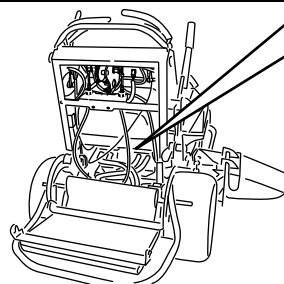

Figura 25
3. Abra las válvulas de desvío de ambas bombas girándolas 1 a 2 vueltas en el sentido contrario a las agujas del reloj (Figura 25).